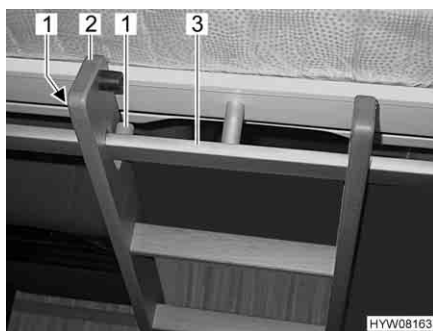

Fig. 72 Scaletta di accesso, agganciata
- Agganciare la scaletta di accesso (Fig. 72,2) con le due staffe nella barra di presa (Fig. 72,3) al letto basculante. Durante l'agganciamento fare attenzione che il longherone della scala venga posizionato tra i due dispositivi di fissaggio (Fig. 72,1). Questo serve a impedire che la scaletta di accesso scivoli di lato.
- Staccare la scaletta di accesso (Fig. 72,2) dalla barra di presa (Fig. 72,3) nel letto basculante.